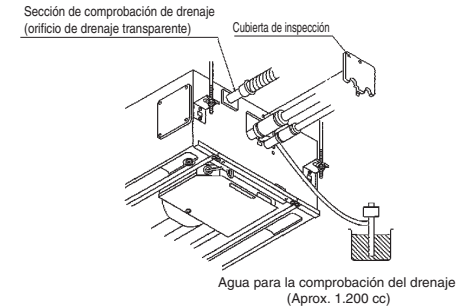

Fig. 3-30
- (4) Cuando haya finalizado la comprobación del drenaje, abra la clavija de comprobación (CHK) y vuelva a colocar la cubierta del tubo. (Fig. 3-30)
Para montar la cubierta del tubo, utilice tornillos para madera 4 x 8. (Fig. 3-30) No utilice tornillos largos, ya que pueden dañar la bandeja de drenaje y provocar fugas de agua.